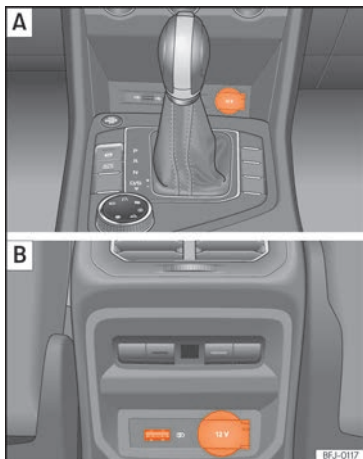
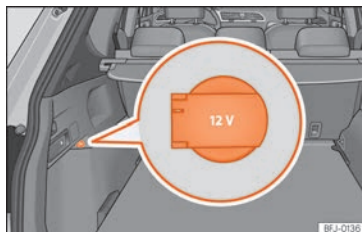

Fig. 183 [A] Console centrale : prise de courant de 12 volts avant. [B] Partie arrière de la console centrale : prises de courant et 12 volts.
Fig. 184 Détail du revêtement latéral du coffre à bagages : prise de courant de 12 volts
- Soulevez le cache de la prise de courant »» fig. 183, »» fig. 184.
Ces entrées USB se trouvent à l'arrière de la console, entre les sièges avant »» fig. 183 [B]. Ces connecteurs peuvent fonctionner à une puissance maximale de 10,5 W par port.